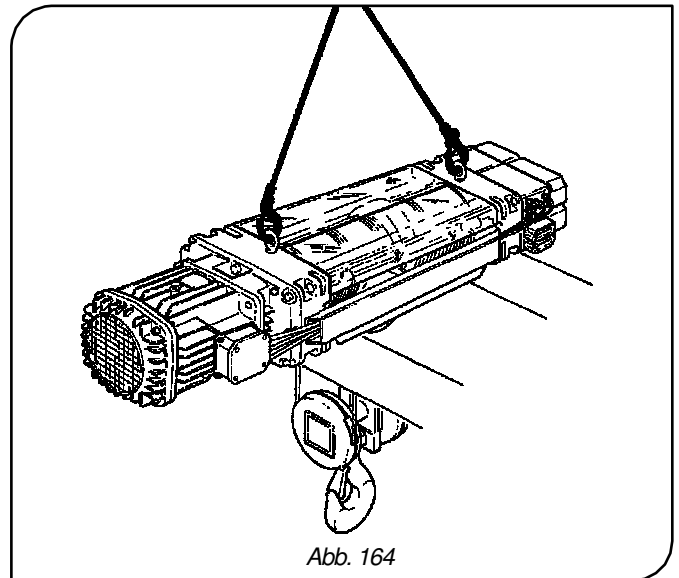

Abb. 164
- Befestigen Sie ein zweisträngiges Hebezeug, indem sie die Enden des Anschlagmittels an den Ringschrauben des E-Zugs befestigen (Abb. 164).